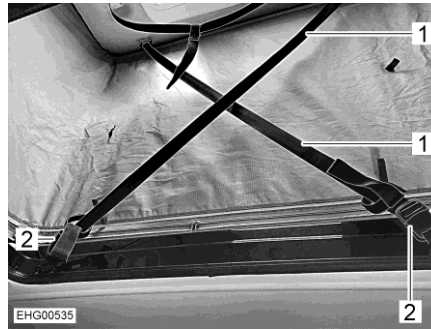

Fig. 75 Paravento
- Estrarre completamente le due cinture di ritegno (Fig. 75,1).
- Agganciare ciascuna cintura di ritegno diagonalmente alle fibbie (Fig. 75,2).